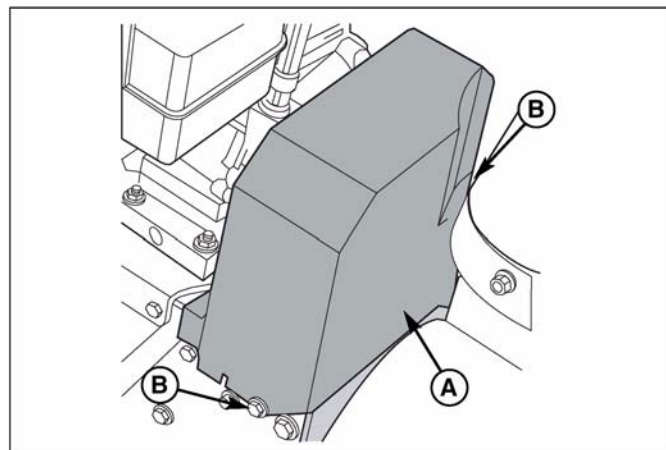
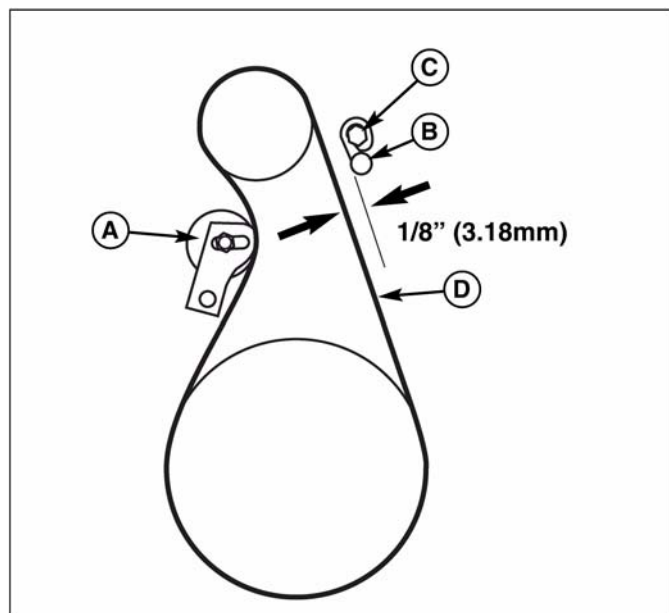

Рис. 25. Крышка ремня
Рис. 28. Направляющая ремня
2. Снимите болт (В, рис. 25) с крышки ремня (А). Снимите крышку (А).
6. Установите крышку ремня (А, рис. 25), зафиксируйте при помощи болтов (В).
2. Открутите болт (B, рис. 25) с крышки ремня (A). Снимите крышку ремня (A).
3. Измерьте расстояние между направляющей ремня (B, рис. 28) и ремнем (D). Расстояние должно быть 3,18 мм.
4. Если необходима регулировка, ослабьте болт (C) направляющей ремня. Переведите направляющую (B) в правильное положение и затяните болт (C).
5. Установите крышку ремня (A, рис. 25) и зафиксируйте ее при помощи болтов (B).